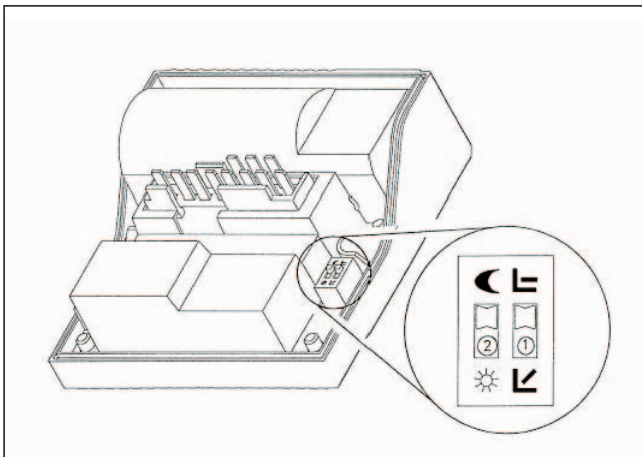

Fig. 3.3 Interrupteur DIP dans le couvercle de la boîte à bornes
- Réglez le commutateur DIP 2 (fig. 3.3) dans la boîte à bornes sur le symbole ☾.
- Réglez le commutateur DIP 2 (fig. 3.3) dans la boîte à bornes sur le symbole ☀ pour désactiver l'abaissement de nuit.